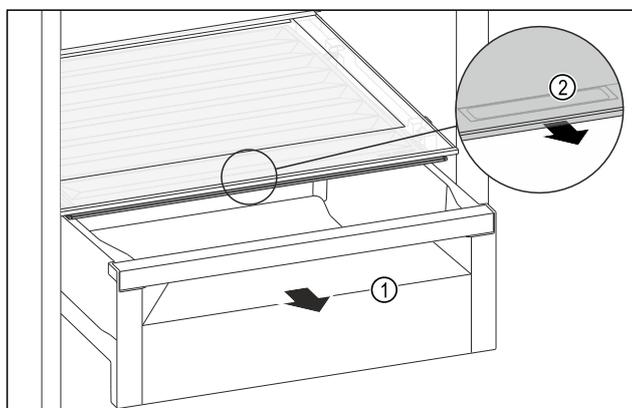

Fig. 137
- ▶ Wyciągnąć szufladę Fig. 137 (1).
- ▶ Chwycić uchwyt wpuszczany Fig. 137 (2) na pokrywie komory i pociągnąć pokrywę jednocześnie do przodu.